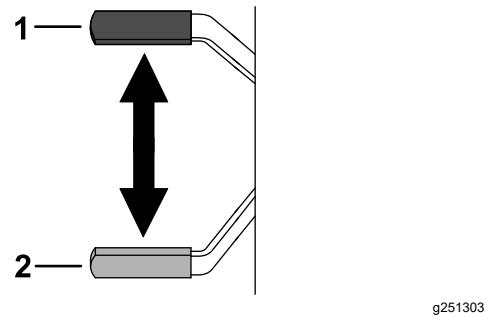

Bild 14
- Ziehen Sie zum Aktivieren der Feststellbremse den Bremshebel nach hinten und oben (Bild 14).
- Ziehen Sie zum Lösen der Feststellbremse den Hebel nach hinten und dann nach unten (Bild 14).